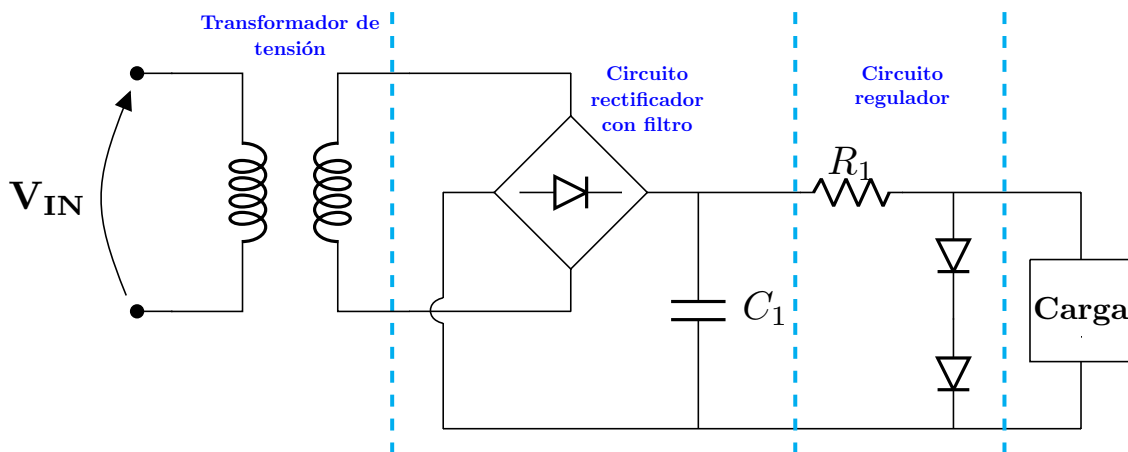

Figura 4: Fuente de alimentación para circuitos electrónicos con regulador de tensión.
Algunos dispositivos electrónicos tales como computadores, celulares, dispositivos bluetooth, entre otros; requieren de valores de tensión fijos para su correcta operación. Para lo cual se diseñan fuentes de alimentación como la que se muestra en la figura 4.
1. Diseñe y simule en LTSpice el circuito mostrado en la figura 4 hasta la etapa de filtrado del rectificador, de forma tal que logre obtener los mismos resultados del diseño descrito arriba (Sin el regulador). Puede reutilizar lo hecho en la primera tarea y reajustarlo de ser necesario. Adjunte todos los archivos de simulación como se describe en las indicaciones y no olvide señalar el valor de su capacitor y los diodos utilizados en su puente de diodos. (2 pts)